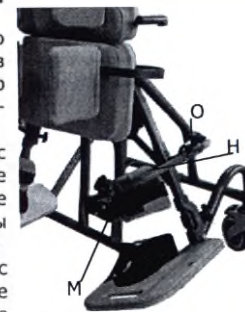

Рис.7
7) Регулировка положения коленопоры (раздельная для каждой ноги) (рис.7)